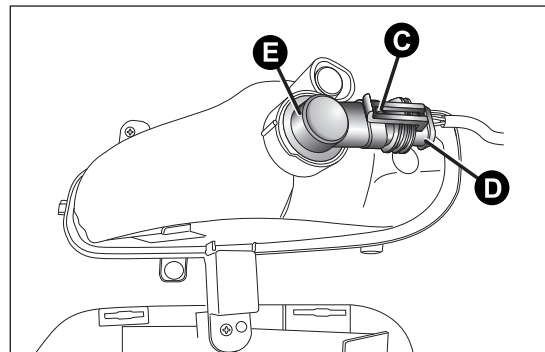

fig. 133
- ☐ actuar en la ballestilla C fig. 133 y soltar el conector eléctrico D;